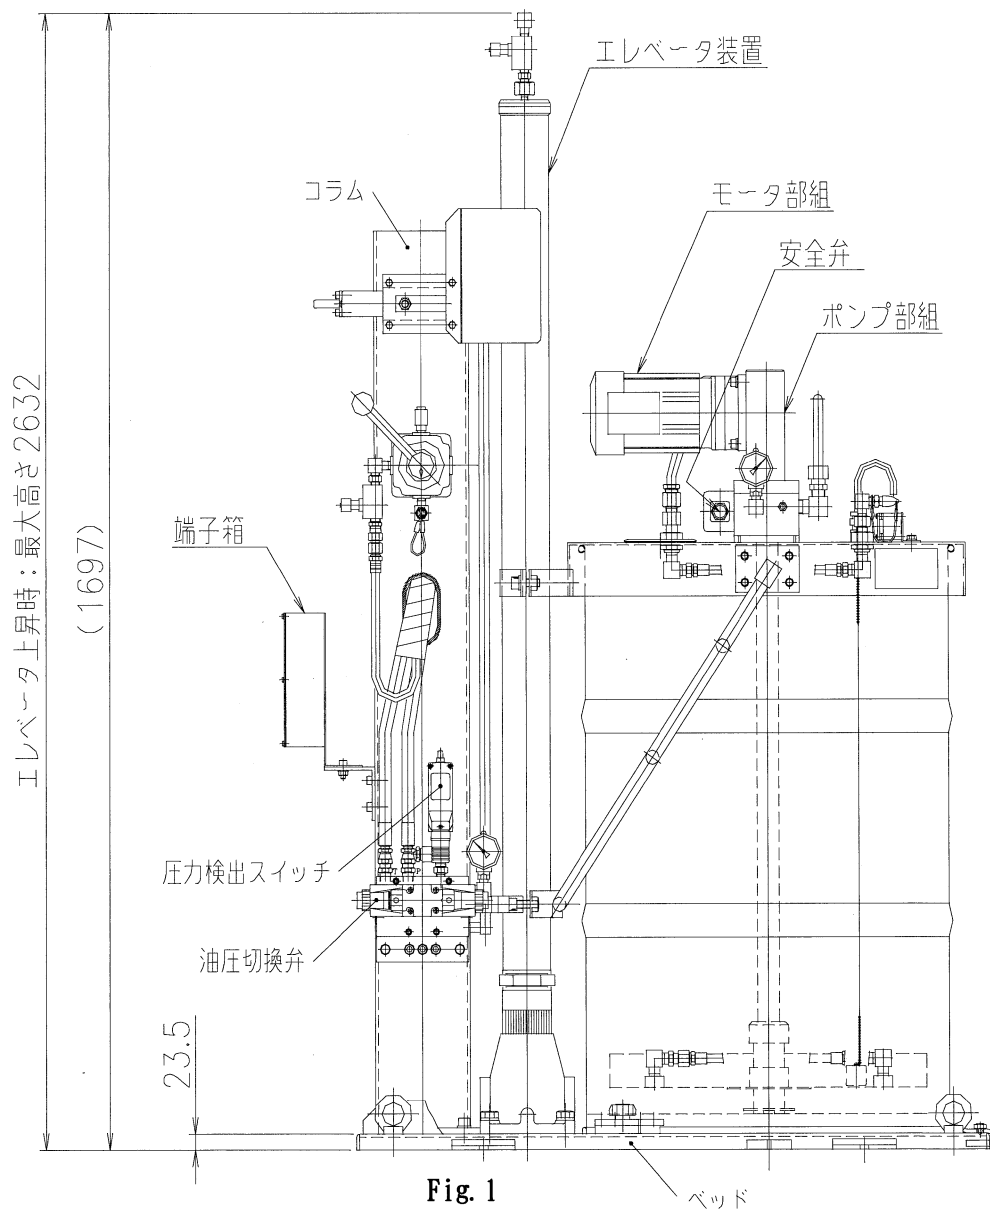

Fig. 1
- ・ 本機のエレベータ上昇高さが最大高2,632mmとなります。設置の際、周囲とのスペースを十分に確保して下さい。(Fig.1、標準 端子箱付 デュアルラインの場合を示します)